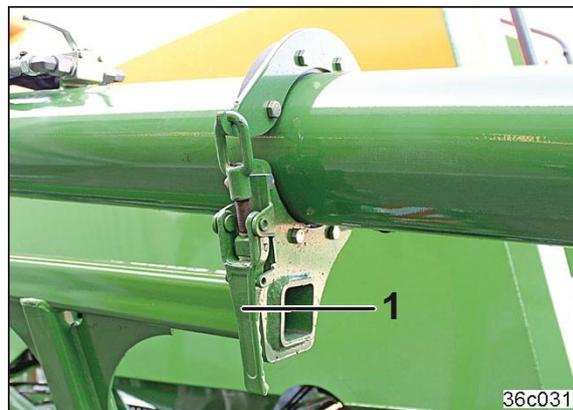

Fig. 372
7. Die Arretierung (Fig. 372/1) der Befüllschnecke lösen.